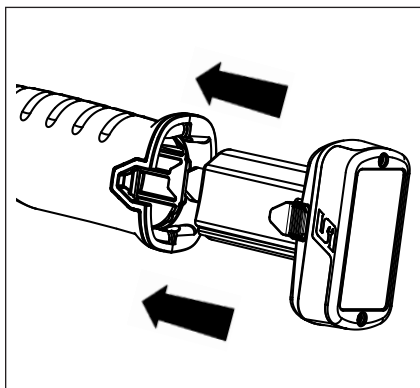

Abbildung 3: Einsetzen des Akkus
1. Setzen Sie einen vollständig geladenen Akku der CTB-Serie wie in Abbildung 3 dargestellt in den Sockel des Werkzeugs ein.